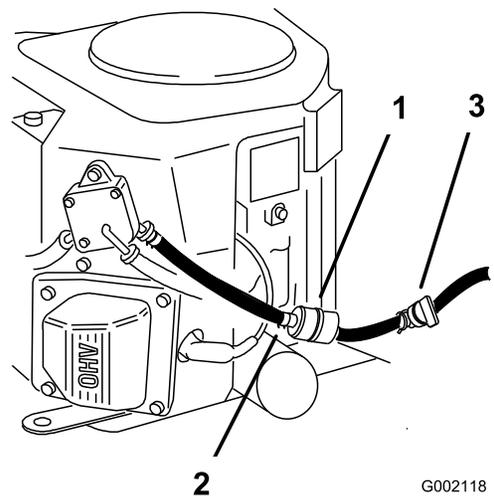

Figure 53
5. Fermez le robinet d'arrivée de carburant situé sous le siège (Figure 53).
6. Pincez les extrémités des colliers et faites glisser ceux-ci pour les éloigner du filtre (Figure 53).
8. Posez un filtre neuf et rapprochez les colliers de fixation du filtre (Figure 53).